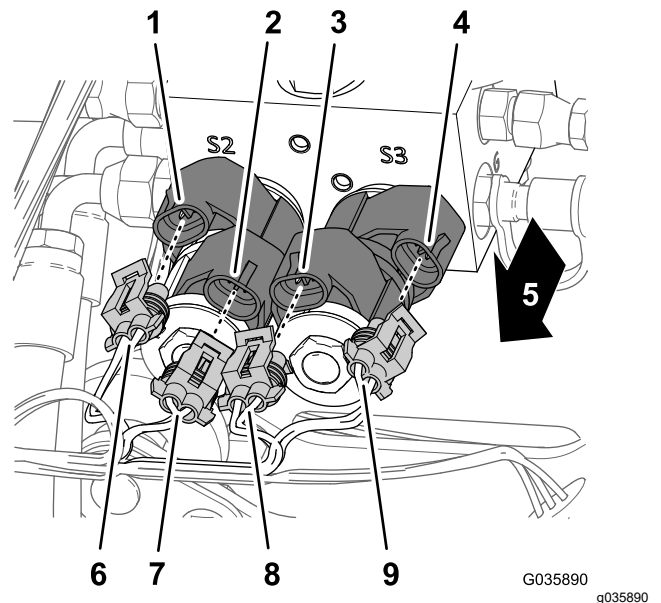

Рисунок 26
1. В передней части коллектора подъемного цилиндра подсоедините 4 электрических разъема жгута проводов стрелы с ультразвуковым выравниванием к электромагнитам управления подъемом стрелы, как показано на Рисунок 26.